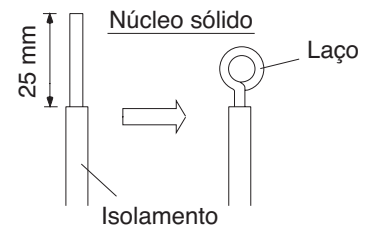

Fig. 27
- (1) Corte a extremidade do fio por meio dum alicate e, a seguir, decape o fio para deixar cerca de 25 mm exposto (Fig. 27).
- (2) Usando uma chave de parafusos, tire o parafuso ou parafusos do terminal na placa de terminais.
- (3) Por meio dum alicate, dobre o núcleo sólido do fio de modo a formar um laço adequado para o parafuso terminal.
- (4) Molde o fio em laço apropriadamente, coloque-o sobre a placa de terminais e fixe-o firmemente com o parafuso terminal por meio dum alicate de parafusos.